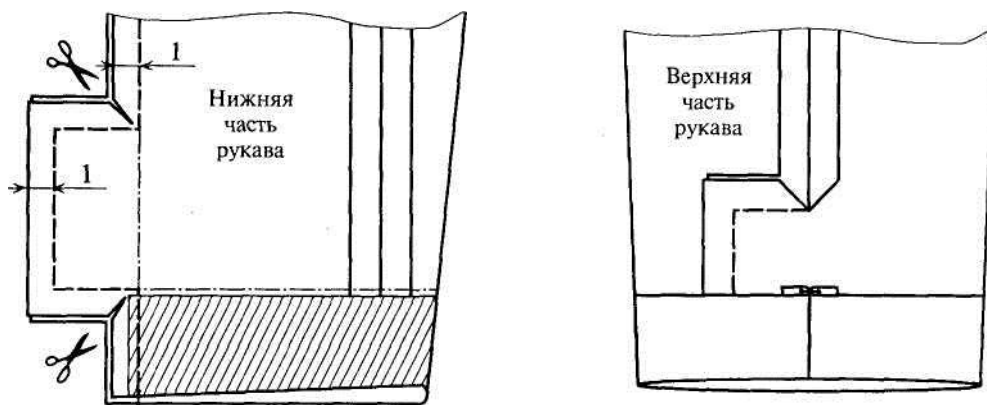

Рис. 73
2. Стачивают локтевые срезы и припуски шлицы. Рассекают углы в нижней части рукава на верхнем и нижнем припусках шлицы (рис. 73).